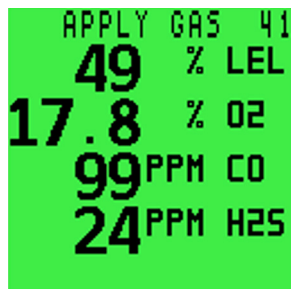

Рисунок 57: Экран APPLY GAS (подача газа)
5. Обеспечив подачу газа, нажмите и удерживайте **правую** кнопку для запуска калибровки. Начнется 60-секундный обратный отсчет (см. Рисунок 57: Экран APPLY GAS \(подача газа\)). По истечении этого времени прибор будет откалиброван в соответствии с заранее заданными значениями.